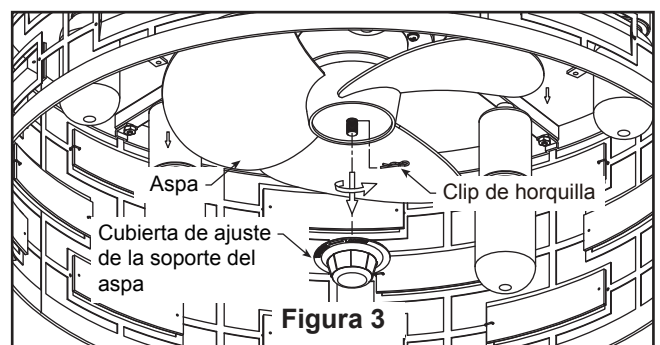

Figura 3
- 2. Extraiga cuidadosamente la cubierta de ajuste de la soporte del aspa, clip de horquilla y guarde. Límpiolo todo y vuelva a colocar la aspa usando la cubierta de ajuste de la soporte del aspa, clip de horquilla. (Figura 3)